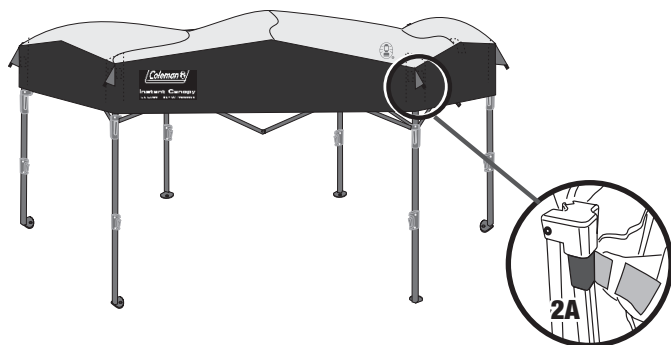

Fig. 2
- Étendez la toile par dessus l'armature. (Fig. 2)